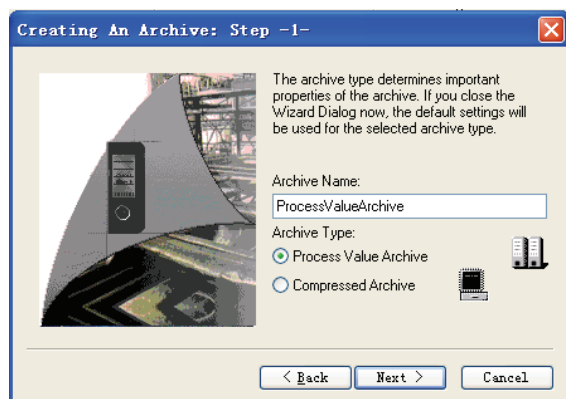

图 7-10 创建过程值归档 (2)
2) 单击“Next”按钮，如图 7-10 所示，在“Archive Name”框中输入合适的归档名称，选择归档类型为“Process Value Archive”，单击“Next”按钮。